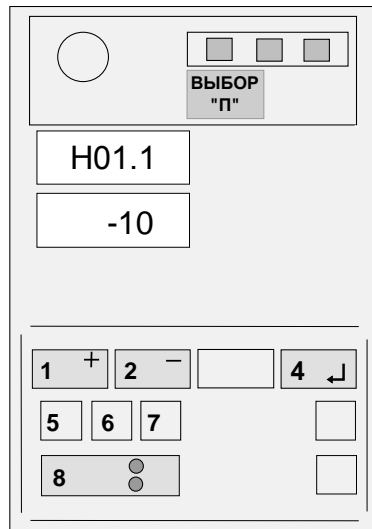

Рисунок 11
Если величина измеренной температуры воздуха отличается от выдаваемой на нижний ИЖЦ более чем на ± 3 °С, нажатием кнопки 8 установить на верхнем ИЖЦ код "H01.1", а затем, нажимая кнопки "+" (1) и "-" (2), установить, контролируя по показаниям нижнего ИЖЦ, значение температуры, равное показаниям термометра (см. рисунок 11).
Если значение температурного коэффициента, указанное на жгутах ПрУ, отличается от значения, выдаваемого на нижний ИЖЦ, нажатием кнопки 8 установить на верхнем ИЖЦ код "H03.1", а затем, нажимая кнопки "+" (1) и "-" (2), установить на нижнем ИЖЦ требуемое (маркированное на жгутах ПрУ) значение коэффициента (см. рисунок 11 для коэффициента